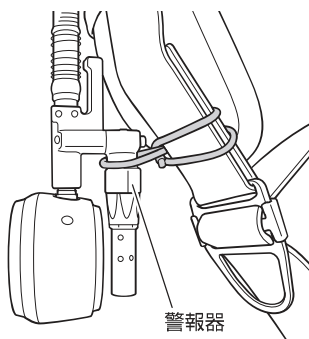
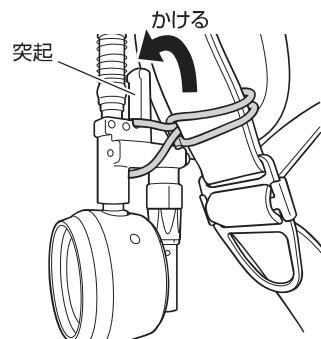

図 72 警報器にかける
図 73 突起にかける
3. ゴムバンドを警報器および突起に取り付ける。(図 72、図 73 参照)
- 図 72、図 73 の警報器および突起への取付けと逆の要領で取り外してください
8. ゴムバンドを警報器および突起に取り付ける。(図 72、図 73 参照)